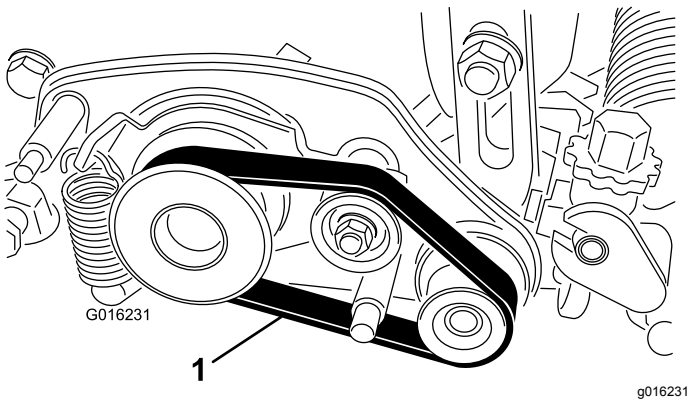

Figura 2
2. Rimuovete la cinghia dalla puleggia motrice, dalla puleggia tendicinghia e dalla puleggia condotta (Figura 2).